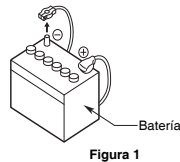

Figura 1
- Asegúrese de desconectar el terminal de la batería antes de comenzar. Esto sirve para evitar cortocircuitos durante la instalación. (Figura 1)